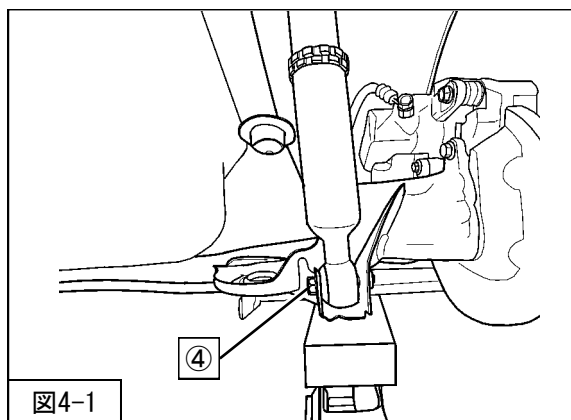

図4-1
- 2. アクスルに木片等を介してジャッキで下から支えながらリアショックアブソーバASSY（同梱品）を車両に取付け、④リアショックアブソーバASSYロア取付ボルトを仮締めしてください。（図4-1）